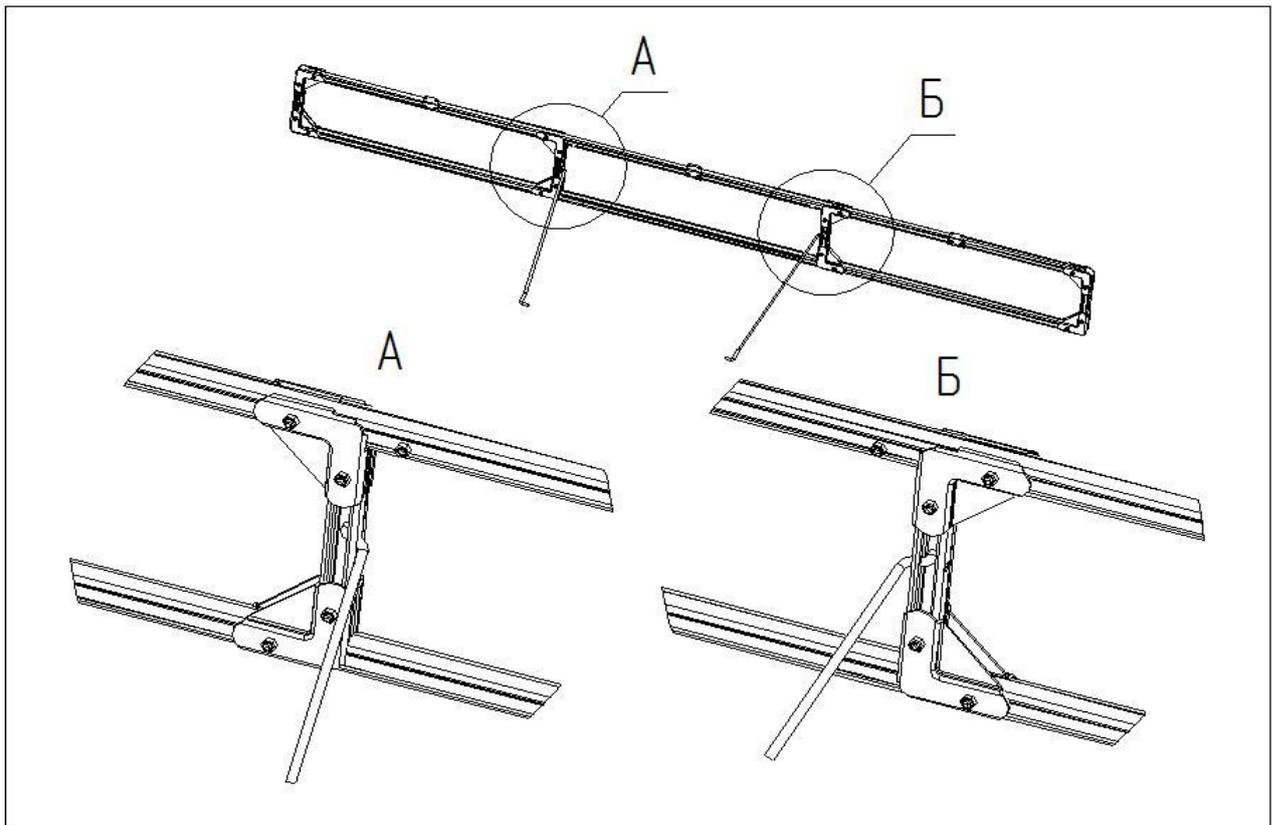

Рис. 7
6.8 Установка форточек производится после обшивки их поликарбонатом (см. раскрой поликарбоната). Отверстия в верхних стрингерах 8 для крепления петель сверлятся по месту сверлом Ф4,5 мм. Для фиксации форточки в открытом и закрытом состоянии используется опорная стойка 24. **Внимание! Перед навеской форточки вставьте S-образный край опорных стоек 24 в центральные отверстия средних стоек форточки 13 (рис. 7), в противном случае установка опорных стоек будет невозможна.**